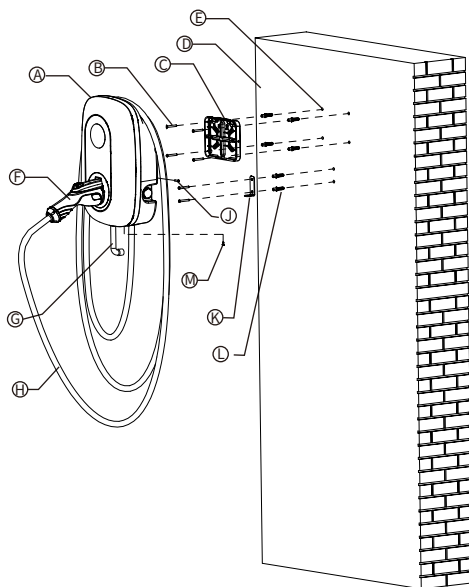

Figure A-5 (Schéma d'assemblage général du montage mural)
5.1.4 Après avoir verrouillé la plaque fixe et la bande de fixation en forme de L avec des vis autotaraudeuses, suspendez le chargeur, connecté à la ligne, sur la plaque fixe et la bande de fixation en forme de L. Verrouillez ensuite le chargeur et la bande de fixation du côté du chargeur à l'aide d'une vis antivol à tête plate de 4 mm, puis fixez le bas du chargeur et la bande de fixation en forme de L avec une vis antivol à tête bombée de 4 mm. Comme illustré dans la Figure A-5 (schéma d'assemblage général du montage mural).